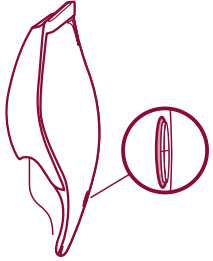

Fig. 6
- Wenn das Gerät richtig positioniert ist, leuchtet die Kontrollleuchte in der Tasteneinfassung rot auf. (fig. 6)